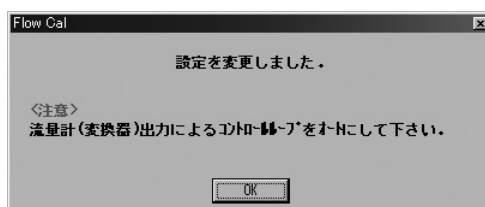

図63
- ④ 「OK」をクリックし、入力した設定値が変更されると、図63のようなメッセージボックスが現れますので、「OK」ボタンをクリックすれば設定は終了です。